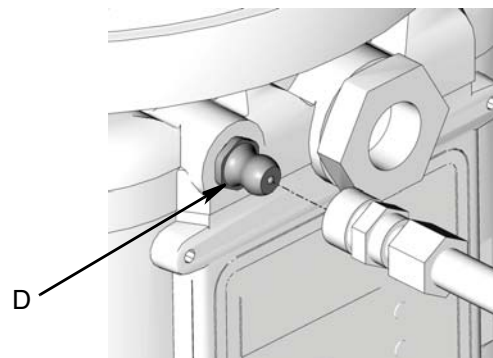

图 21
<ul style="list-style-type: none"> 注入液箱前，务必用清洁的干布清洁管件 (D) (图 21)。脏污和 / 或碎屑可能损坏泵和 / 或润滑系统。 使用气动或电动传输泵注入液箱时必须小心，防止对液箱加压，破坏液箱。